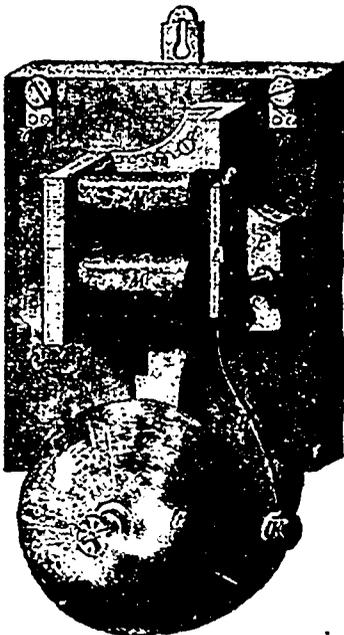

Fig. 2. Avertisseur à sonnerie
R. — La sonnerie se compose d'un électro-aimant M (Fig. 2) ; le fil d'entrée aboutit à la borne "a" ; une palette de fer doux A, sur laquelle est